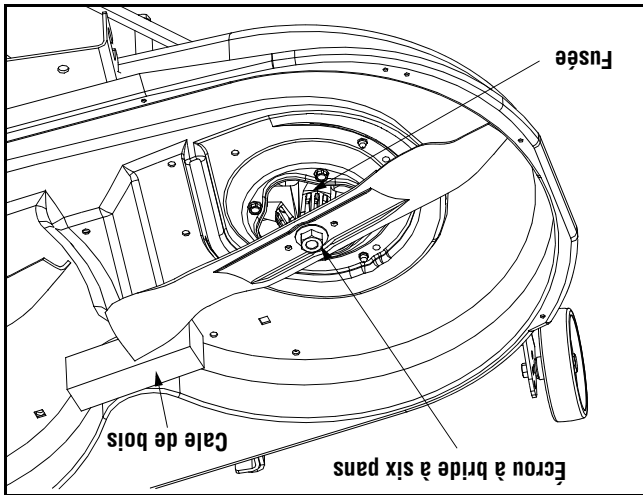

Figure 19
• Placez une cale de bois entre le déflecteur au milieu du plateau et la lame. Voir la Figure 19.
• Retirez l'écrou à bride à six pans qui maintient la lame. Voir la Figure 19. **IMPORTANT:** Pour aiguiser les lames, la même quantité de métal des deux extrémités des lames sur le côté sur toute sa longueur, parallèlement au bord arrière, soit à un angle de 25° à 30°.